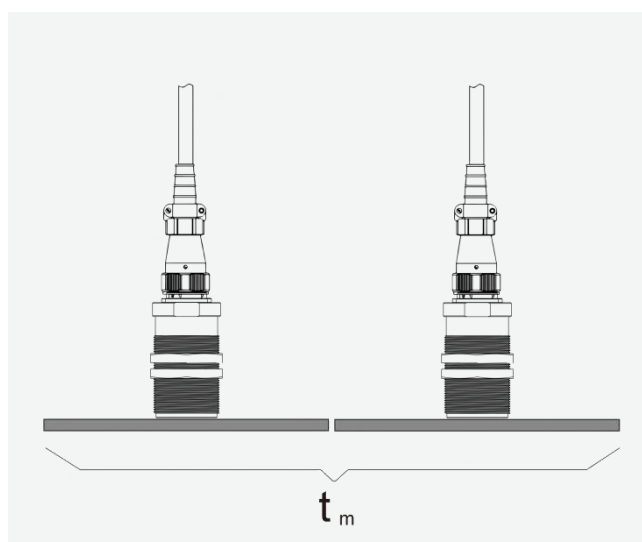

图 2-14: 两个传感器测量时间示意图
**两个传感器测量时间:** 指同时启用双传感器时, 从主机收到测量信号起, 至主机输出测量结果的时间间隔 (如图 2-14)。